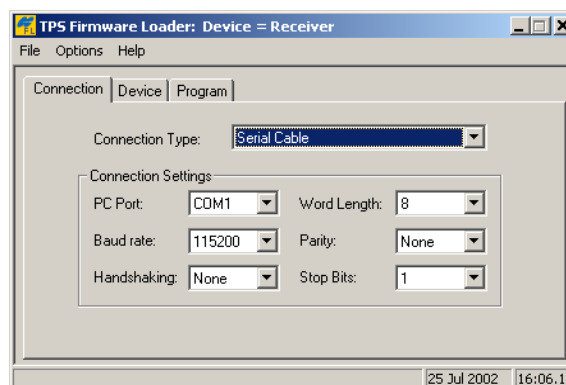

Figura 4-14. Pantalla principal de FLoader
4. Active FLoader (Figura 4-14).
5. En la pestaña *Conexión*, seleccione el puerto COM de su ordenador que esté conectado a su receptor y seleccione la velocidad (normalmente 115200) (Figura 4-14).